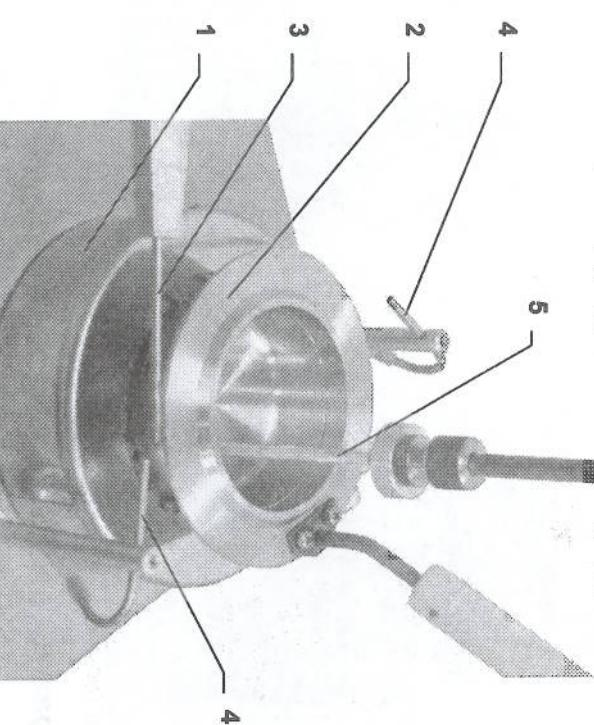

Рис. 2. Аппарат ТВО-ЛАБ-01. Испытательный модуль.
В испытательном модуле аппарата (см. рис. 2) установлены: нагреватель (1), открытый тигель (2), основная горелка (3), две вспомогательные горелки (4), и датчик температуры (5).